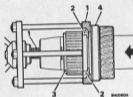

Abb. A.27
- Mittelschalen des Werkzeugs 18G 1068B fest in die Kurbelwelle einstecken, Abb. A.27.
- Werkzeug 18G 1068B über den Mittelschalen ziehen bis der Nut im Primärrad im Werkzeug sichtbar ist, Abb. A.27.
- Die zwei Halbschlingen des Werkzeugs in den Nut des Rades stecken, Abb. A.27.
- Fingergelutier im Gegenfahrzeigersinn drehen, um Primärrad und Öldichtung vom Gehäuse abzusetzen, Abb. A.27.